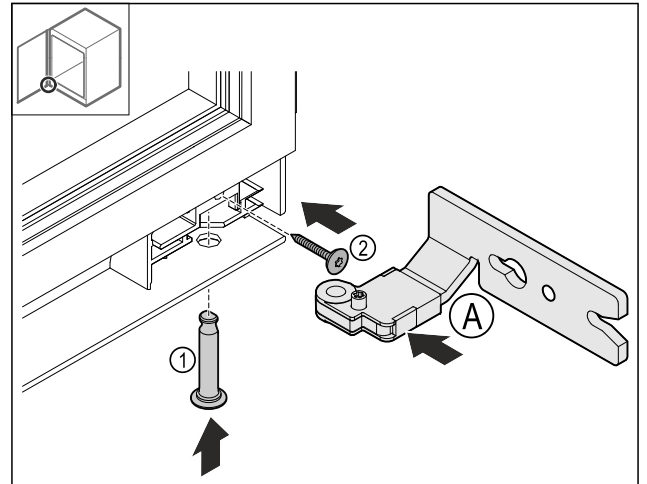

Fig. 27
- ▶ Unteres Scharnier Fig. 27 (A) einsetzen.
- ▶ Bolzen Fig. 27 (1) einstecken und festhalten.
- ▶ Schraube Fig. 27 (2) festdrehen.